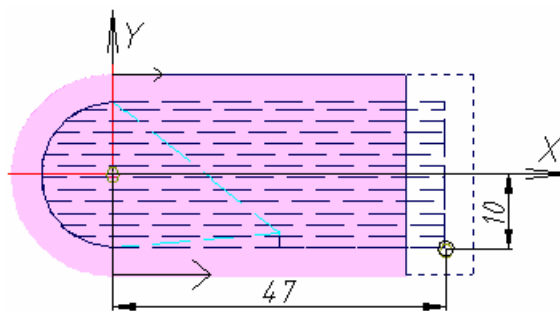

Рисунок 46 – Новое положение режущего инструмента
- 2.5.7.3. Появляется меню опций данной функции, изображенное на рисунке 45а, выбираем пункт **ЗАДАТЬ ТЧК ВХОДА** и нажимаем кнопку мыши **<PICK>** (рисунок 46).